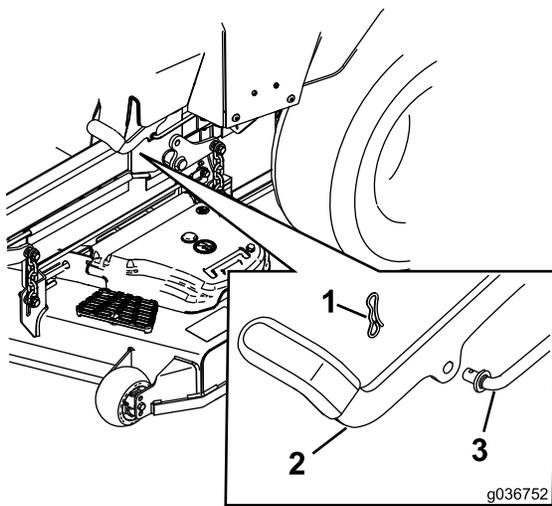

Figure 81
7. Si un réglage est nécessaire, desserrez le frein de stationnement : Retirez la goupille fendue de l'axe de la tringlerie de frein (Figure 81).